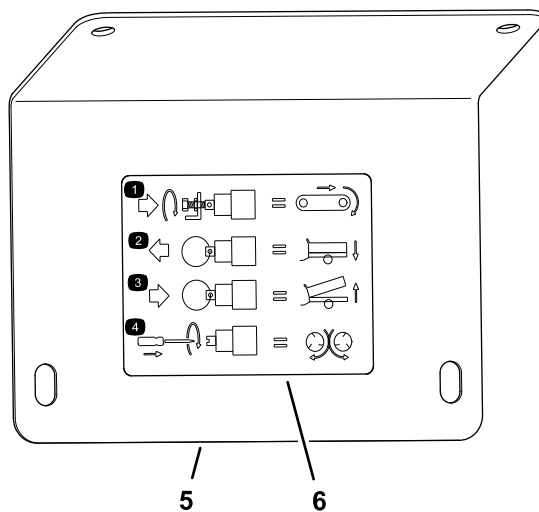

**Figura 33**
- 3. Individuate le 3 valvole di controllo (Figura 33).